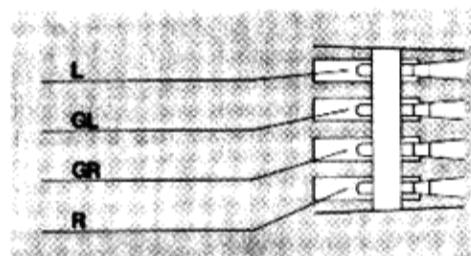

Fig. 16
3. Die Anschlüsse am Systemträger und Tonabnehmersystem sind gekennzeichnet (Fig. 16). Verbinden Sie die Anschlußlizen des Systemträgers mit den entsprechenden und gleich gekennzeichneten Anschlußstiften des Tonabnehmersystems.
3. Les connexions sur le porte-cellule et la cellule sont repérées. Reliez les cordons du porte-cellule aux broches de la cellule portant le même repère (Fig. 16).
3. The connection inputs on the cartridge holder and on the cartridge are color coded. Connect the leads on the cartridge holder to the correspondingly coded connection pins of the cartridge (Fig. 16).